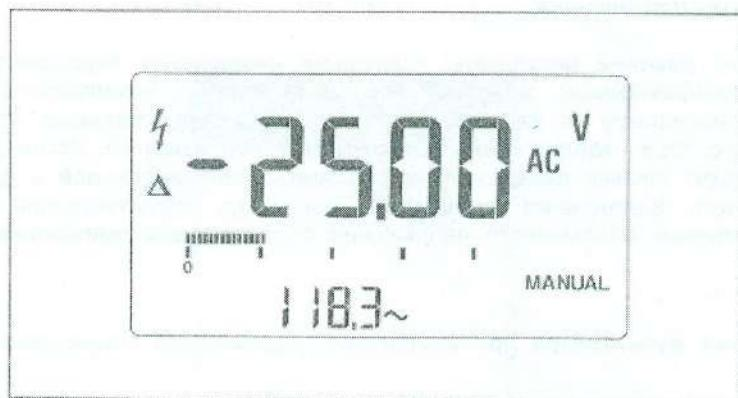

Рисунок 2 8. Типовой вид дисплея в режиме относительных измерений
- Нажмите кнопку **REL**  $\Delta$  для перехода в режим относительных измерений. (При этом мультиметр переходит в режим выбора диапазона измерений вручную). На вспомогательном дисплее появится величина измеренного параметра, которая будет служить в качестве опорной для последующих измерений. Разница между опорной и новой текущей величиной выводится на основной дисплей. (Рисунок 2 – 8).